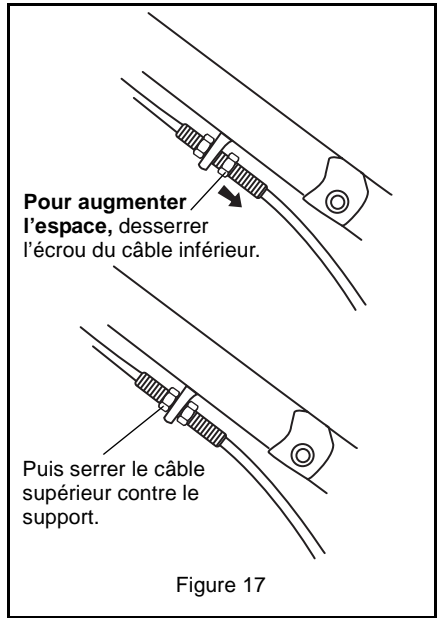

Figure 17
1. Desserrer l'écrou du câble inférieur sur le câble de commande d'entraînement des roues puis serrer l'écrou du câble supérieur contre le support du réglage. Voir Figure 17.